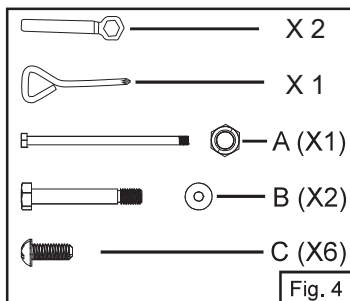

Fig. 4
2. Consulte en la caja de cartón las piezas y la tornillería que se incluyen con el aparato.(Fig. 4).